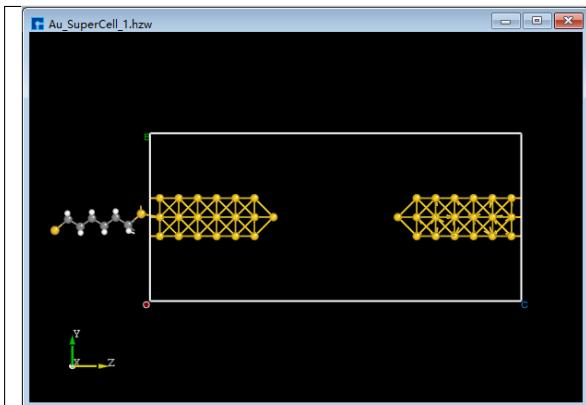
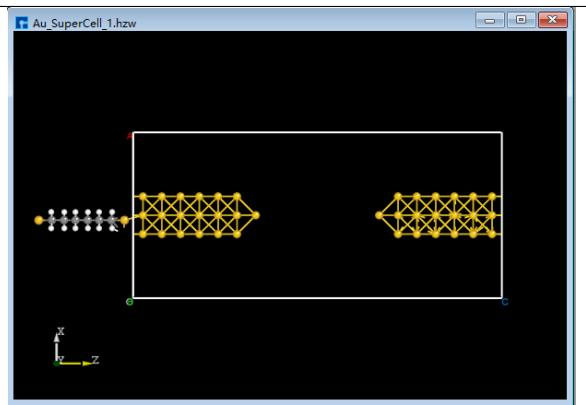
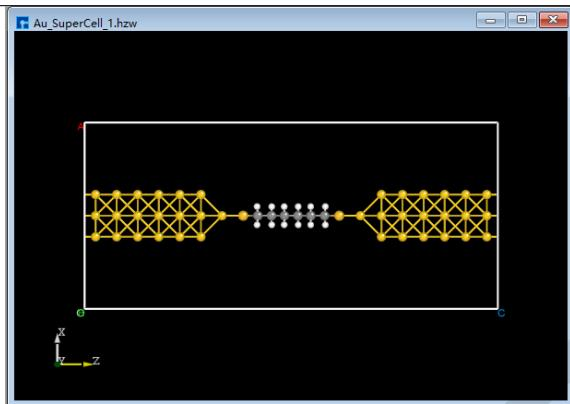
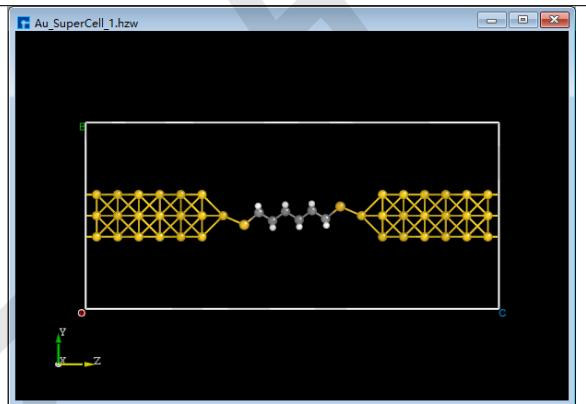

图 5.55: (a)
图 5.56: (b)
图 5.57: (c)
图 5.58: (d)
(2) 双击 *Au_SuperCell_1.hzw* 打开 *Au_SuperCell_1* 超胞结构, 鼠标框选并按快捷键 *Ctrl+C* 复制烷硫醇 (Alkanethiol) 分子结构; 鼠标点击 图 5.53 (b) 界面左侧位置, 并按快捷键 *Ctrl+V* 将烷硫醇 (Alkanethiol) 分子结构粘贴到 *Au_SuperCell_1* 超胞结构中如 图 5.55 (a) 所示。为方便将粘贴的烷硫醇 (Alkanethiol) 分子结构移动到 *Au_SuperCell_1* 超胞结构的居中位置, 点击 *3D Viewer zy View* 快捷图标右侧的下拉按钮, 选中 *ZX zx View*, 则由 *zy* 面切换为 *zx* 面如 图 5.56 (b) 所示。选中烷硫醇 (Alkanethiol) 分子结构, 点击快捷图标 *Center*, 则将烷硫醇 (Alkanethiol) 分子结构移动到 *Au_SuperCell_1* 超胞结构的居中位置如 图 5.57 (c) 所示, 点击 *3D Viewer zy View* 快捷图标, 则切换为 *zy* 面如 图 5.58 (d) 所示。